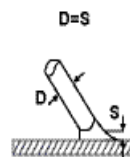
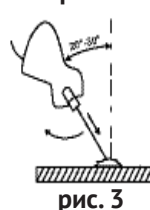

рис. 2
рис. 3
7.1.6 Как только произойдет зажигание дуги, электрод нужно держать на таком расстоянии  $S$  (см. рис. 2) от обрабатываемого материала, которое соответствует диаметру электрода  $D$  (см. рис. 2). Для получения равномерного шва далее необходимо соблюдать эту дистанцию по возможности постоянной. Также необходимо помнить, что наклон оси электрода должен быть примерно 20-30 градусов (см. рис. 3), для лучшего визуального контроля ведения сварочного шва.